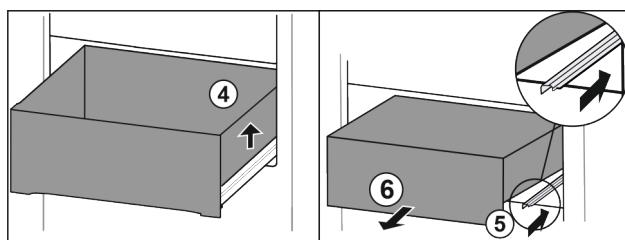

Fig. 90
- Приподнимите выдвижной ящик справа. Fig. 90 (4)
- Вставьте правую направляющую. Fig. 90 (5)
- Извлеките выдвижной ящик движением вперед. Fig. 90 (6)